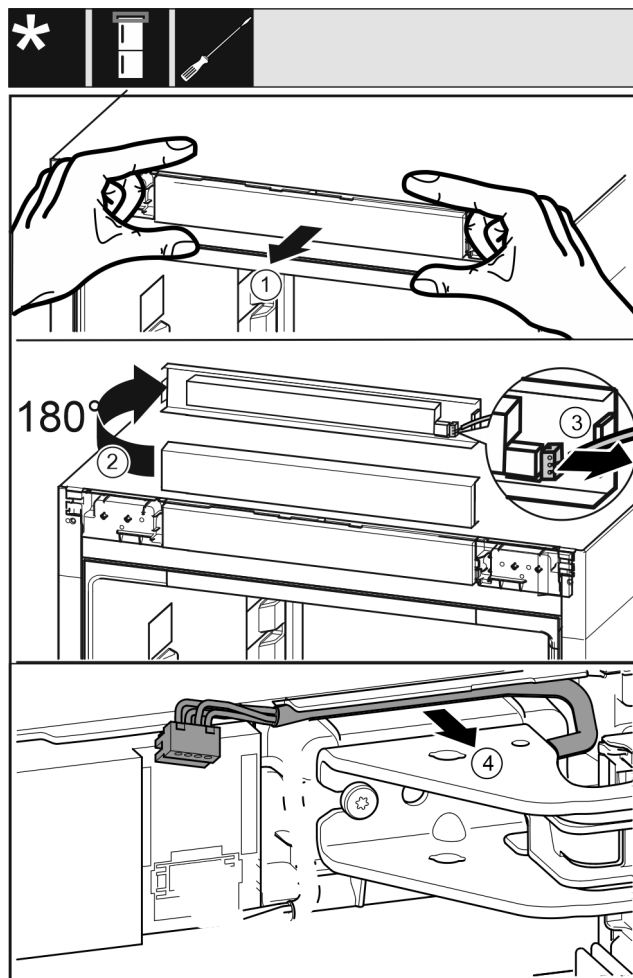

Fig. 19
- Осторожно снимите фальшпанель Fig. 19 (1) движением вперед.
- Поверните фальшпанель Fig. 19 (2) вверх на 180°.
- Прижмите защелку Fig. 19 (3) назад и осторожно извлеките штекер.
- Осторожно высвободите кабель Fig. 19 (4) над опорным кронштейном из направляющей.